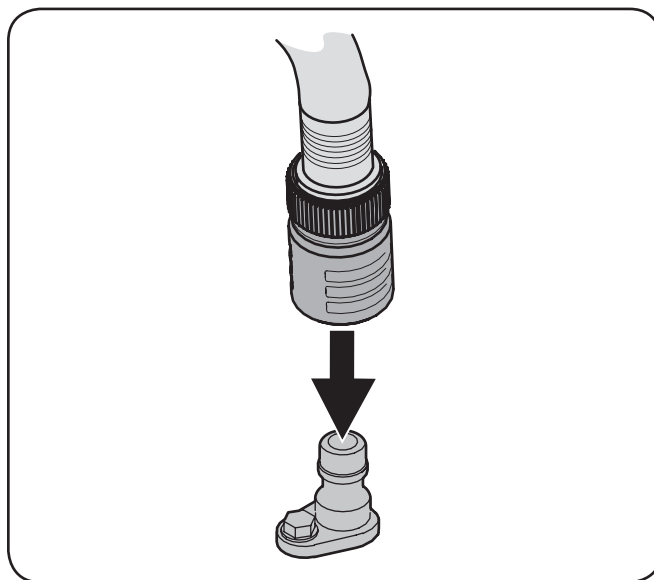

Figura 6-3
4. Una el acople de la manguera al puerto de agua que se encuentra en la superficie de la plataforma. Consulte Figura 6-3.